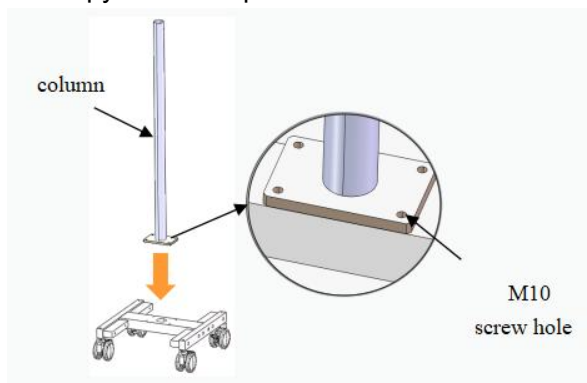

Рис. 11.1.2 Сборка стойки
- 2) Поставьте стойку на перекладину, выровняйте с отверстием в центре как показано на рис. 11.1.2, и с помощью прилагаемого 6-гранного ключа №8 закрутите четыре винта M10.